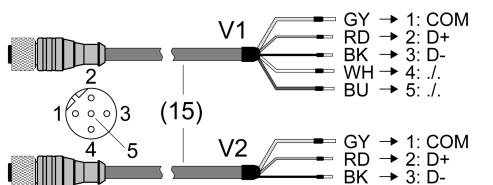

Bild 5: Anschlussleitung V1 und V2
- Aufgrund einer technischen Umstellung können unter der Art.-Nr. il LTGDHAL... zwei Typen von Anschlussleitungen im Lieferumfang enthalten sein (Bild 5).